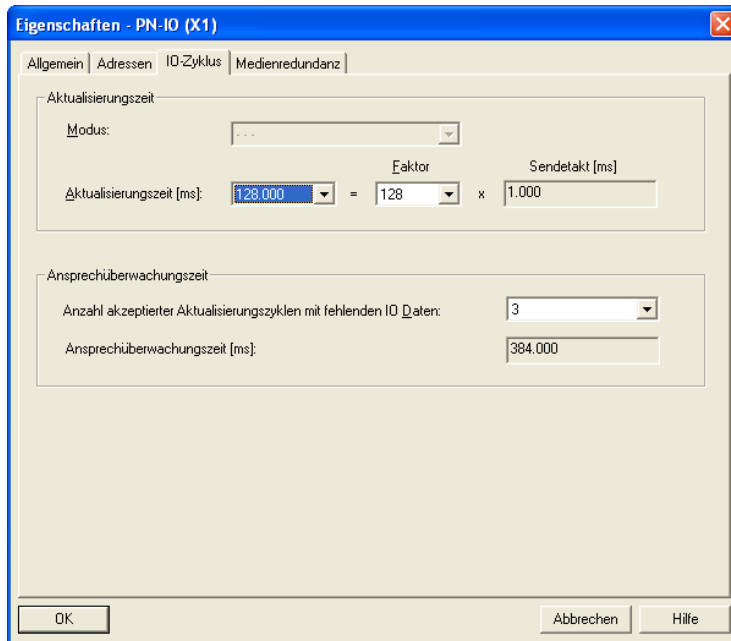

Abb. 12: Dialog zur Eingabe des IO-Zyklus
- ☐ Wählen Sie unter Aktualisierungszeit/Aktualisierungszeit [ms] : die gewünschte Aktualisierungszeit (in ms) für den IO-Zyklus aus (siehe Abbildung 12).
- ☐ Wählen Sie unter Ansprechüberwachungszeit/Anzahl akzeptierter Aktualisierungszyklen mit fehlenden IO-Daten die gewünschte Anzahl für den IO-Zyklus aus (siehe Abbildung 12).